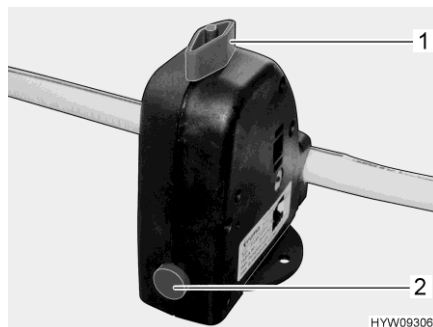

Bild 201 Säkerhets-/avtappningsventil (Truma)
- Säkerhets-/avtappningsventilen (Truma) stängs. Ställ vredet (Bild 201,1) diagonalt mot säkerhets-/avtappningsventilen och tryck in tryckknappen (Bild 201,2).